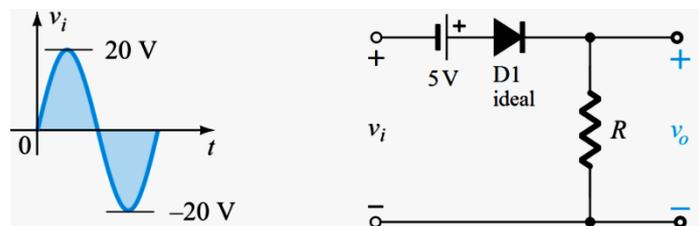

Figura 1.142– Circuito Ceifador série (BOYLESTAD e NASHELSKY, 2004).
▶▶ **Exemplo 26** – Determinar a forma de onda de $v_o(t)$ para o circuito ceifador da Figura 1.142.